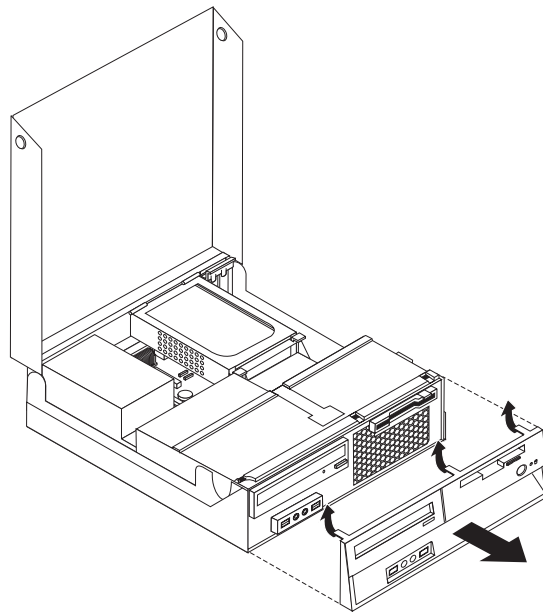

图 12. 卸下前挡板
- 如图所示松开三个卡口并从顶部向外转动挡板，将前挡板卸下。请参阅图 12。